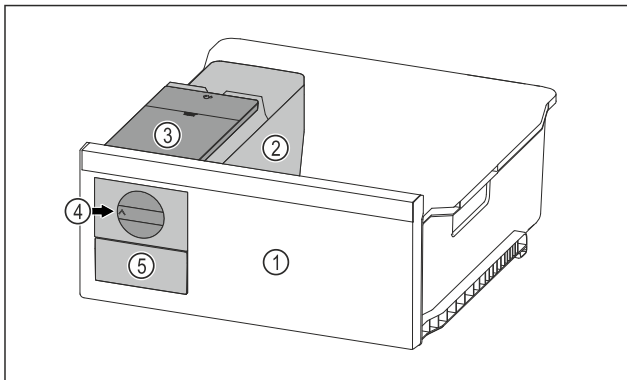

Fig. 160 Atvaizdo pavyzdys
- Pasukite sukamąjį mygtuką Fig. 160 (4) iki galo pagal laikrodžio rodyklę.
- Ledukai krenta iš ledo gabalėlių indelio į ledukų stalčių Fig. 160 (5).